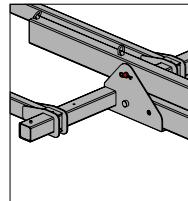

Abb. 5.2 (schematische Darstellung)
- Den Bolzen der mittleren und oberen Verbindung müssen Sie durch Lösen der Federstecker entfernen. (Abb. 5.2)